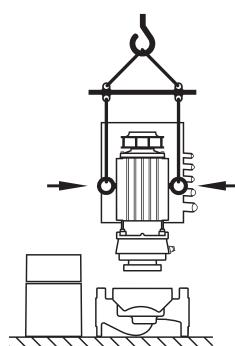

Fig. 9: Moottorin kuljetus
- Tarpeen vaatiessa, esim. kun kyseessä on korjaus, kuljetussilmukat voidaan siirtää moottorilaipasta moottorin koteloon (katso esim. Fig. 9). Ennen kuljetussilmukoiden asentamista moottorin koteloon välikkeet on irrotettava kuljetussilmukoiden aukoista (Fig. 7, pos. 20b) (katso luku 10.2.1 "Liukurengastiiivisteen vaihto" sivulla 110).
- Jos kuljetussilmukat on siirretty tai ne siirretään moottorilaipasta moottorin koteloon, niitä saa käyttää vain moottori-juoksupyöräyksikön (Fig. 9) kantamiseen tai kuljettamiseen, mutta ei kokonaisen pumpun kuljettamiseen eikä moottori-juoksupyöräyksikön irrottamiseen pumpun pesästä.